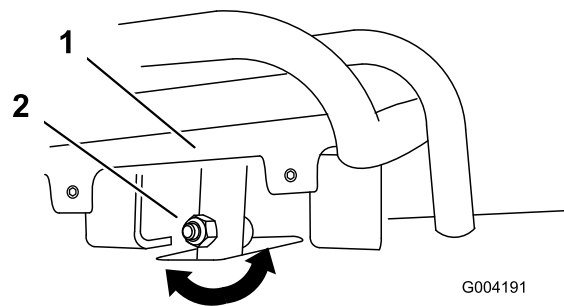
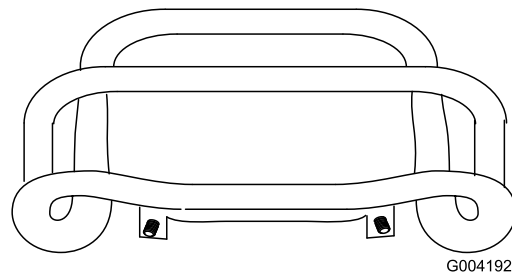

Bild 53
Bild 54
4. Wenn die Vorderseite des Fahrtriebs nicht bündig und gleichmäßig am Anschlagbügel bleibt, lösen Sie die Bundmutter und die Schraube im Schaft des Fahrtriebs (Bild 53).
5. Stellen Sie den Fahrtrieb so ein, dass er bündig am Anschlagbügel bleibt, wenn er gerade nach hinten gezogen wird (Bild 53 und Bild 54).
- C. Lösen Sie die Bundmutter und die Schraube im Fahrtriebsschaft (Bild 53).
I. Stellen Sie den Fahrtrieb so ein, dass er bündig am Anschlagbügel bleibt, wenn er gerade nach hinten gezogen wird (Bild 53 und Bild 54).